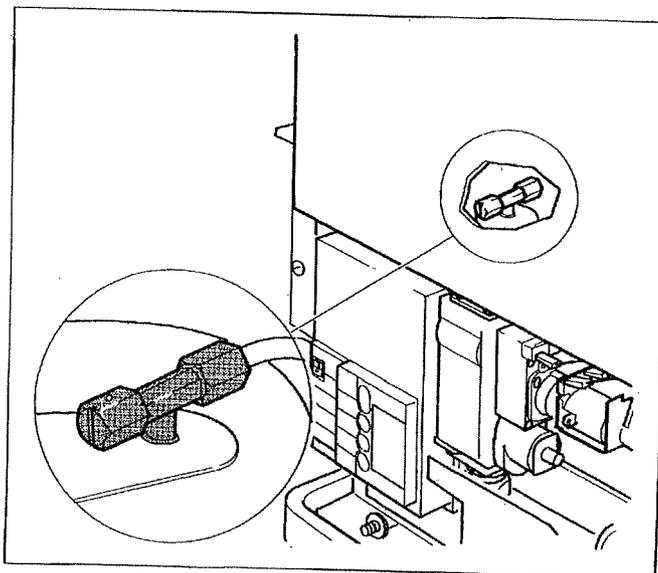

Fig. 12 Scarico dell'aria dallo scambiatore di calore dell'acqua sanitaria
- ◆ Sfiatare lo scambiatore di calore dell'acqua sanitaria, dal lato del circuito di riscaldamento, tramite la valvola di sfiato (Fig. 12).